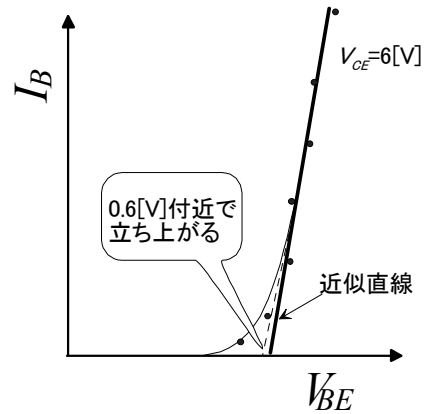

図5 V_{BE} - I_B 特性
- (1) V_{CE} をパラメータとして V_{BE} - I_B 特性を測定し、図5のような曲線を描け。 V_{CE} は 6[V] 一定とし、 I_B が動作点を越えるところまで測定すること。
- (2) このときの測定間隔は適当でよい。最後に直線部分に近似直線を引くこと。